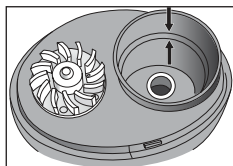

Fig. 2
4. Llene el depósito de agua con agua destilada o de la llave hasta el nivel indicado entre las dos líneas dentro del depósito, Fig. 2. Use agua fresca para cada tratamiento.